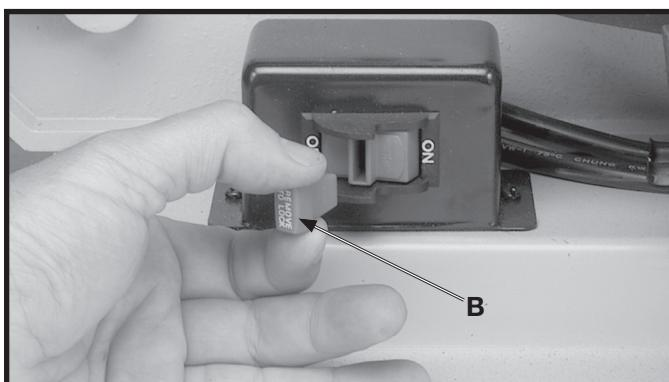

Fig. 22
**IMPORTANTE:** Cuando la herramienta no es adentro uso, el interruptor se debe bloquear en el OFF posición para prevenir uso desautorizado. Esto puede hacerse tomando la pieza acodada (B) y removiéndolo por completo del interruptor, tal como se ilustra en la Fig. 22. El interruptor no funcionará sin la pieza acodada (B). No obstante, si se quita la pieza acodada mientras que la sierra está funcionando, ésta puede ser apagada una vez, pero no puede volver a arrancar sin la inserción de la pieza acodada (B).